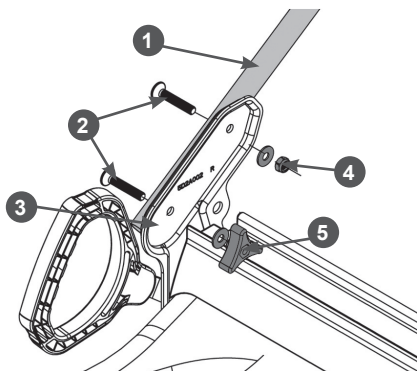

Рис. 3 Установка нижней части рабочей рукоятки
3. Установите нижнюю часть рабочей рукоятки. Совместите отверстия в кронштейне и рукоятке и закрепите нижнюю часть рабочей рукоятки на кронштейне с помощью болтов и гаек, как показано на Рис. 3